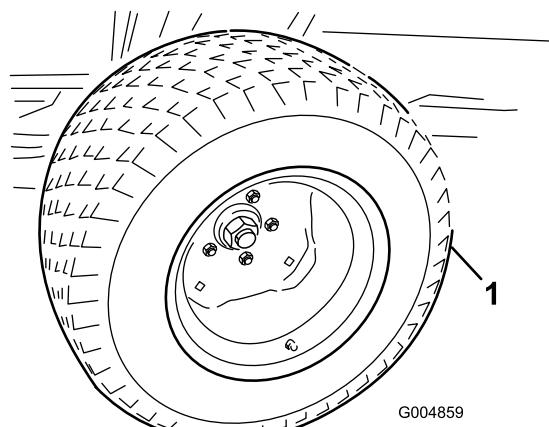

Рисунок 48
11. Приложив зимнюю раму к задней раме, поднимите напольный домкрат в достаточной степени, чтобы снять летние ведущие колеса (Рисунок 48).